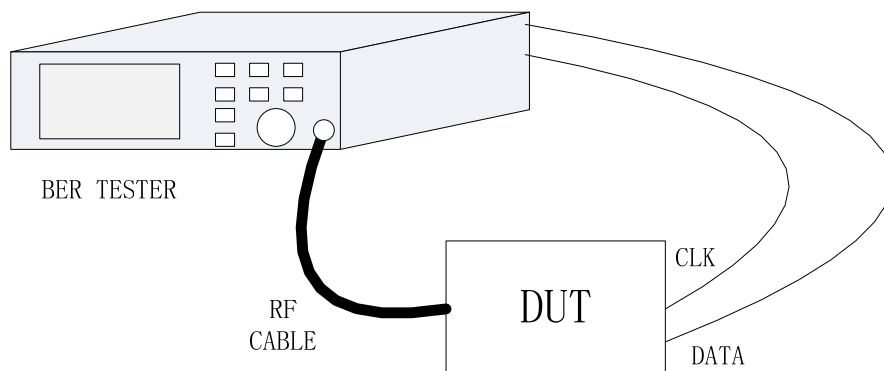

图 4.1 BK5824 接收灵敏度测试框图
- a) 按照图 4.1 连接整个测试平台，射频线连接到 DUT 射频前端的测试点（即信号的输入端），CLK 和 DATA 信号为 BK5824 输出的时钟和接收数据，需要反馈给 BER 测试仪。
- a) 按照图 4.1 连接整个测试平台，射频线连接到 DUT 射频前端的测试点（即信号的输入端）。
- a) 按图 4.1 连接测试平台，信号发生器和 DUT 设置同灵敏度测试。